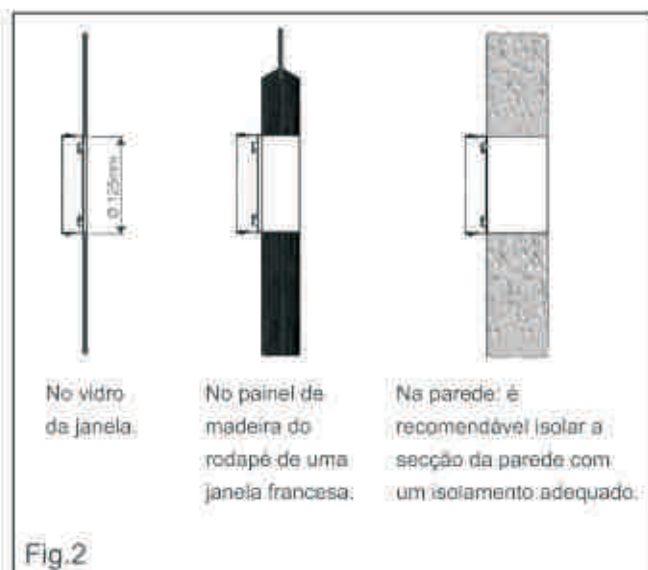

Fig.2
- Abra um orifício numa parede exterior ou através de um vidro da janela. Respeite a altura e dimensões do orifício, indicadas na Fig. 2.